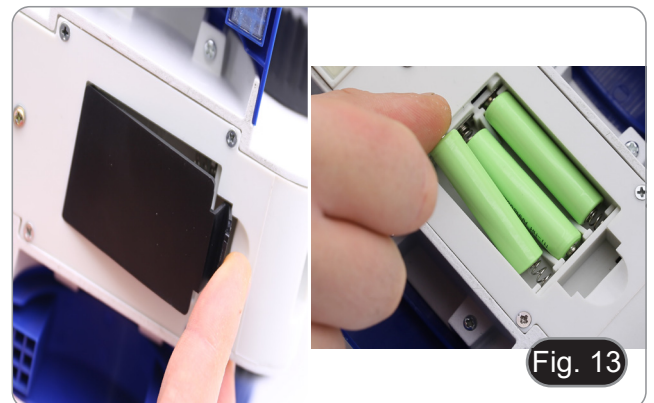

Fig. 13
1. Aprire il vano batterie posto nella parte inferiore dello strumento. (Fig. 13)